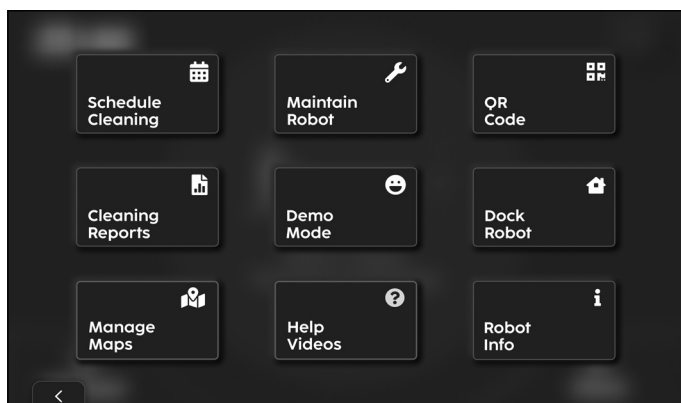

Abbildung 48
1. Drücken Sie auf der Startseite das Symbol „Weitere Optionen“ und wählen Sie die Option „Reinigung planen“ (**Abb. 48**).